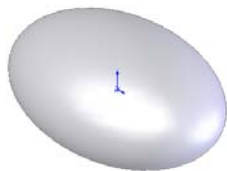

图 4-33 缩放比例的图形
**06** 确认缩放比例。单击“缩放比例”属性管理器中的“确定”图标按钮，结果如图 4-33 所示。